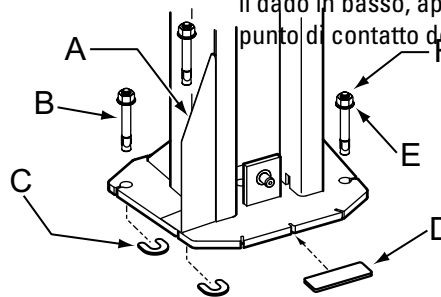

Fig. 7a
7. IMPORTANTE Utilizzando gli spessori ad U in dotazione, compensare ogni base di supporto della colonna in modo che quest'ultima sia a piombo, fig. 7a. Se una delle due colonne deve essere rialzata per coincidere con il piano di appoggio dell'altra colonna, utilizzare delle piastre di appoggio „full size“ (vedere il kit spessori di compensazione). Controllare nuovamente che le colonne siano a piombo. Per i ponti di sollevamento della serie M, installare i dispositivi antischiacciamento piedi, fig. 7a. Stringere le viti di ancoraggio applicando una coppia di serraggio di 200 Nm (20,4 kg-m). Lo spessore degli spessori di compensazione NON deve superare i 13 mm. Correggere la verticalità delle prolunghesse delle colonne. Se le viti di ancoraggio non si stringono applicando una coppia di serraggio di 200 Nm (20,4 kg-m), sostituire il cemento integrando una piattaforma di cemento sotto ad ogni base della colonna di dimensioni 1219 mm x 1219 mm x 152 mm e da 20 N/mm², mettendola poi a filo della superficie del pavimento esistente. Prima di installare il ponte di sollevamento e le viti di ancoraggio, lasciare indurire il cemento.